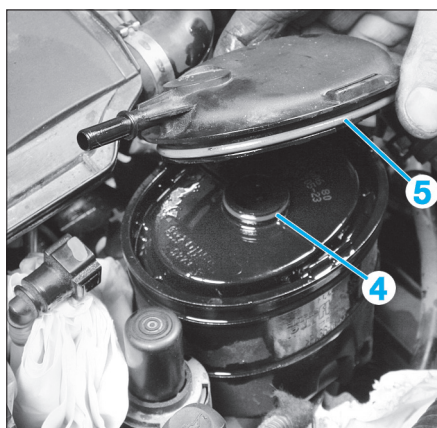

FIG. 34
- changer les joints du filtre (4) et du couvercle (5) (Fig.34),